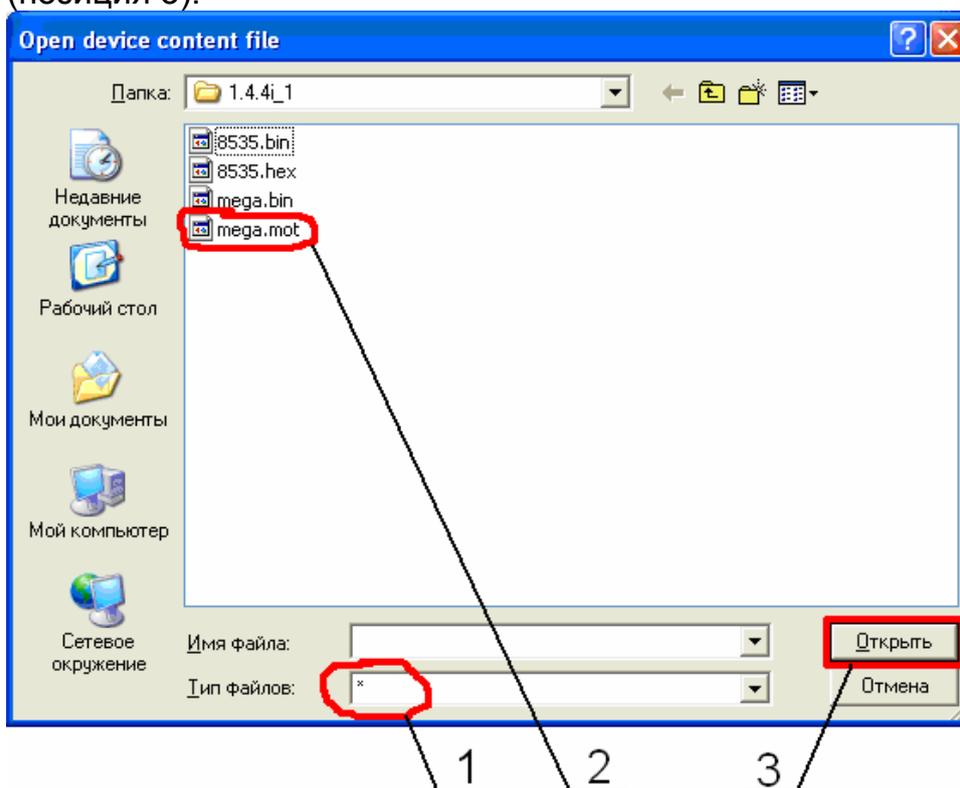

Рис. 13 – Окно Open device content file.
3.26 В появившемся окне (рисунок 13) в поле Тип файлов выбрать «\*» (позиция 1), выбрать файл mega.mot (позиция 2), нажать кнопку «Открыть» (позиция 3).